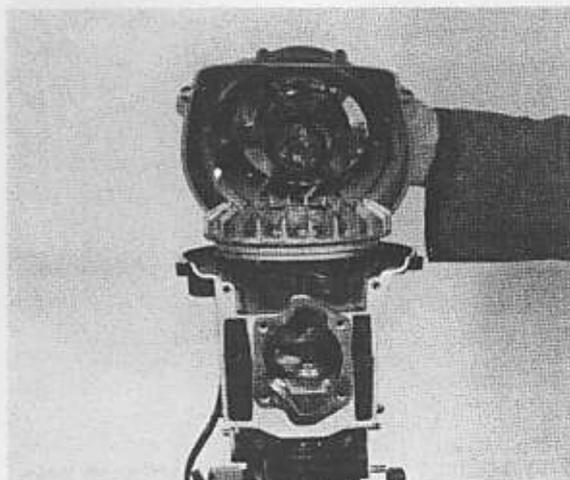

Fig. 20
6. Remove the starter fixing screws and then the starter (Fig. 20).
6. Svitare le viti che fissano il gruppo di avviamento e togliere il gruppo (Fig. 20)